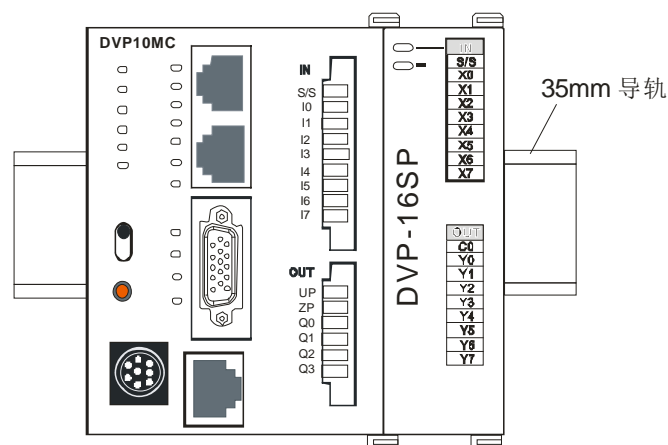

图 3.2.11
- 压入 DVP10MC11T 主机及 DVP16SP11T 模块的 DIN 轨固定扣，将 DVP10MC11T 主机及 DVP16SP11T 模块固定在 DIN 导轨上，如图 3.2.11 所示。